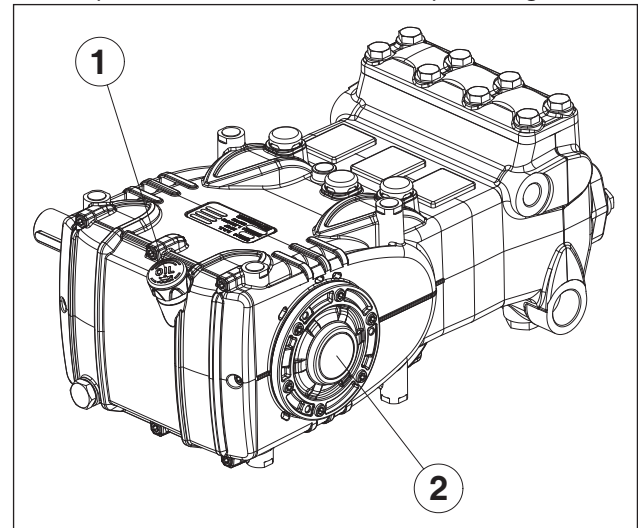

Fig. 13
- O óleo no carter da bomba esteja no nível, verificando-o com a vareta adequada (pos. ①, Fig. 13) e, excepcionalmente com a luz do nível (pos. ②, Fig. 13).